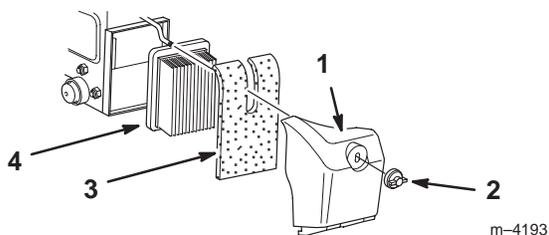

Figure 17
3. Retirer l'écrou ou les vis de fixation du couvercle du filtre à air (Fig. 17).
4. Déposer le couvercle et le nettoyer soigneusement (Fig. 17).
5. Retirer le préfiltre en mousse et le laver avec de l'eau et un détergent doux, puis le tamponner pour le sécher (Fig. 17).
7. Retirer le filtre en papier et le jeter (Fig. 17).
8. Remonter le préfiltre en mousse soit dans le couvercle, soit sur le nouveau filtre en papier, selon le modèle (Fig. 17).
9. Mettre en place le nouveau filtre (Fig. 17).
10. Fermer le couvercle et le fixer (Fig. 17).